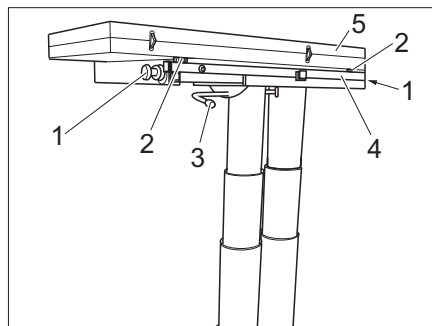

Fig. 110 Allungare il tavolo
- Svitare le viti a testa cilindrica zigrinata (Fig. 110,1) da entrambi i lati.
- Ruotare la leva di serraggio (Fig. 110,3) verso sinistra. Il tavolo di sollevamento è sbloccato.
- Estrarre la sottostruttura del tavolo (Fig. 110,4).
- Aprire la metà del tavolo (Fig. 110,5).
- Regolare il piano del tavolo all'altezza desiderata utilizzando le due viti di regolazione (Fig. 110,2).
- Ruotare la leva di serraggio (Fig. 110,3) verso destra. Il tavolo di sollevamento è bloccato.
- Sbloccare la leva di serraggio (Fig. 110,3).
- Richiudere la metà del tavolo (Fig. 110,5).
- Avvitare le due viti di regolazione (Fig. 110,2).
- Inserire la sottostruttura del tavolo (Fig. 110,4).
- Serrare le viti a testa cilindrica zigrinata (Fig. 110,1) da entrambi i lati.
- Ruotare la leva di serraggio (Fig. 110,3) verso sinistra. Il bloccaggio è aperto.
- Eventualmente avvitare le viti di regolazione (Fig. 110,2).